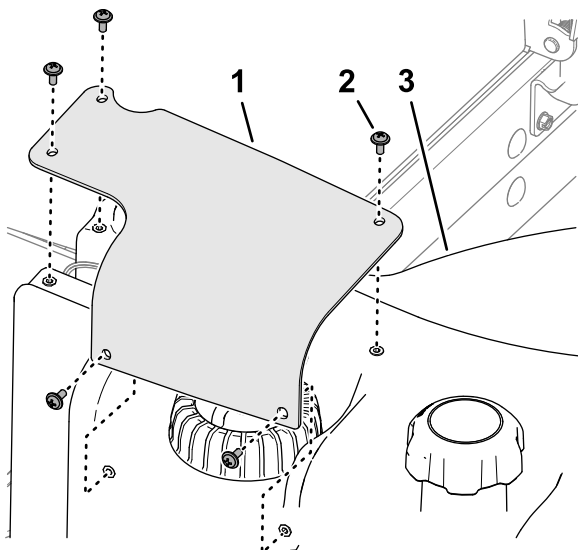

Bild 122
2. Entfernen Sie die fünf Kreuzschlitzschrauben, mit denen der Kraftstoff-Füllstandsensor am Kraftstofftank befestigt ist, und nehmen Sie die Abdeckung ab (Bild 122).